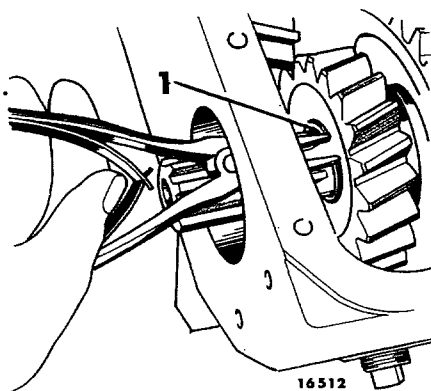

Fig 08-9. Demontering av låsring
13. Ta bort låsringen, se fig 08-9 och dra ut axeln bakåt. Ta upp kugghjulen.